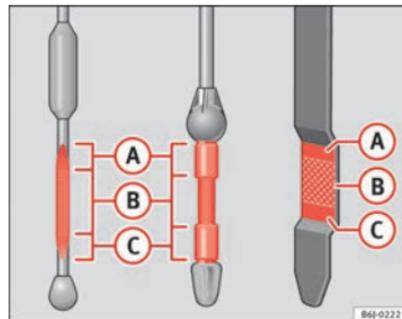

Fig. 113 Varilla de medición del nivel de aceite
- A continuación, vuelva a extraerla y compruebe el nivel de aceite ⇒ fig. 113. En caso necesario, reponga aceite del motor.